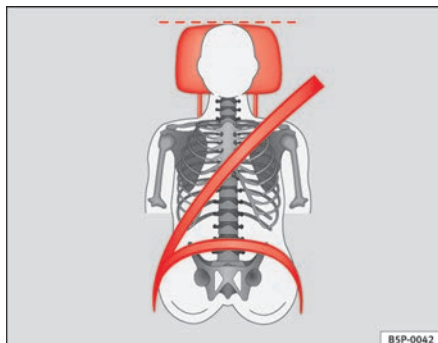
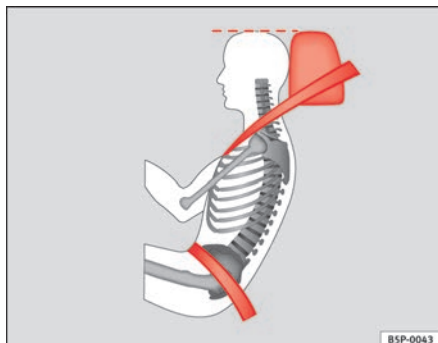

Fig. 3 Encosto de cabeça correctamente regulado visto de frente
Fig. 4 Encosto de cabeça correctamente regulado visto de lado
- Ajuste o encosto de cabeça de modo a que o rebordo superior fique, na medida do possível, alinhado com a parte superior da cabeça, no mínimo à altura dos olhos ⇒ **fig. 3** e ⇒ **fig. 4**.